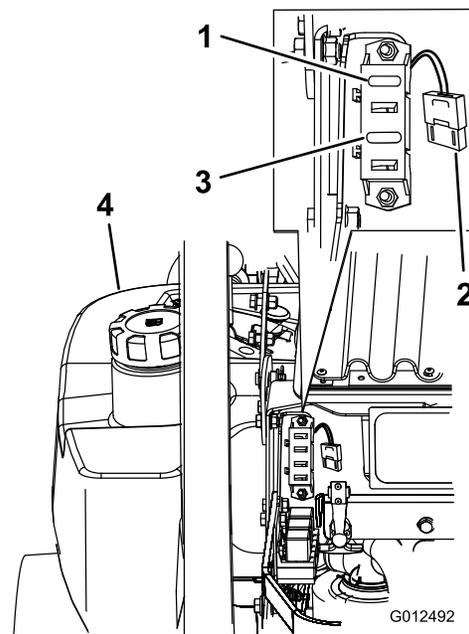

Figure 58
1. Déverrouillez et soulevez le capot pour accéder au porte-fusibles (Figure 58).
3. Remplacez le fusible (Figure 58).